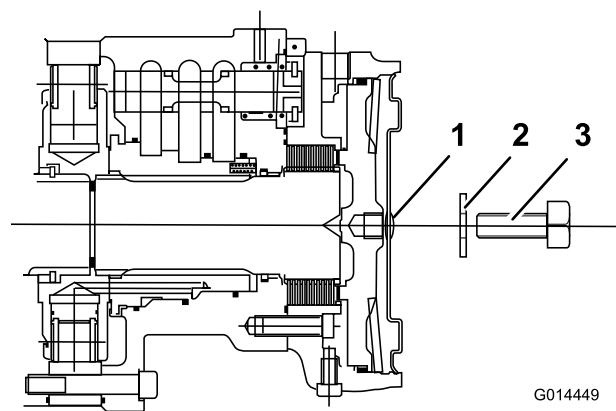

Figura 62
6. Identifique el disco de freno del motor de la rueda delantera izquierda y repita el procedimiento anterior (Figura 62).